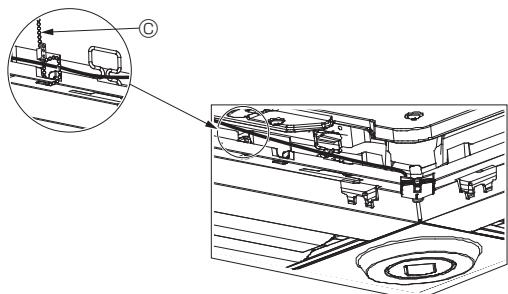

Fig. 10-12
- Fixez les fils du capteur i-See et du récepteur de signal au panneau à l'aide des fixations, comme indiqué sur le schéma, de sorte qu'il n'y ait pas de mou au niveau des fils, puis coupez le fil qui dépasse aux extrémités de la fixation. (Fig. 10-12)
- Si la position du capteur i-See a été permutee de la position "○" (E) à la position "□" (F), changez le réglage des fonctions. (Voir page 12.)